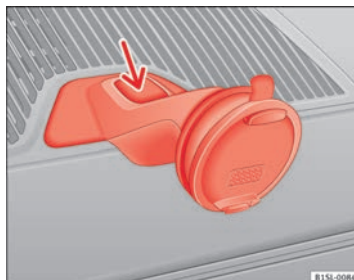

Fig. 128 Déposez le logement du navigateur.
- Appuyez sur la touche de déverrouillage du logement ⇒ fig. 128 (flèche).